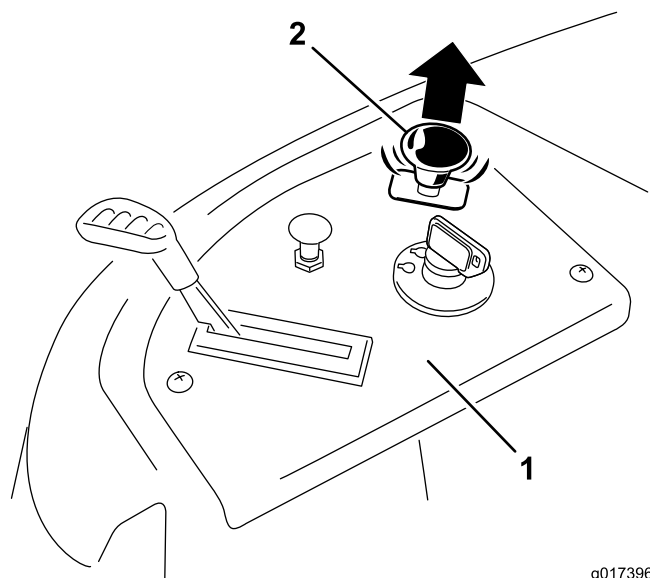

Figura 15
3. Puxe o interruptor de controlo da lâmina para o mover para posição On (ligado) e engatar as lâminas (Figura 15).